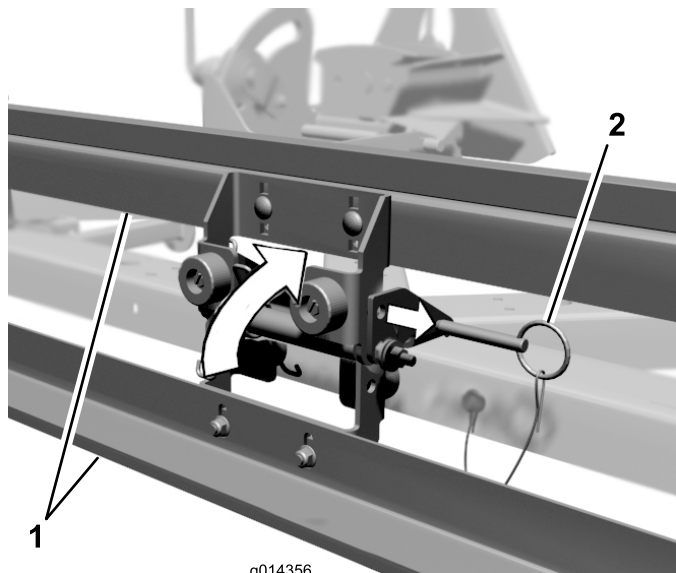

図 11
4. マグネットを上向きにするには、クイック・ピンを外し、マグネットを上向きに回し、クイック・ピンを取り付ける (図 11)。マグネットについてごみを除去するときはこの操作をおこなうとよい。